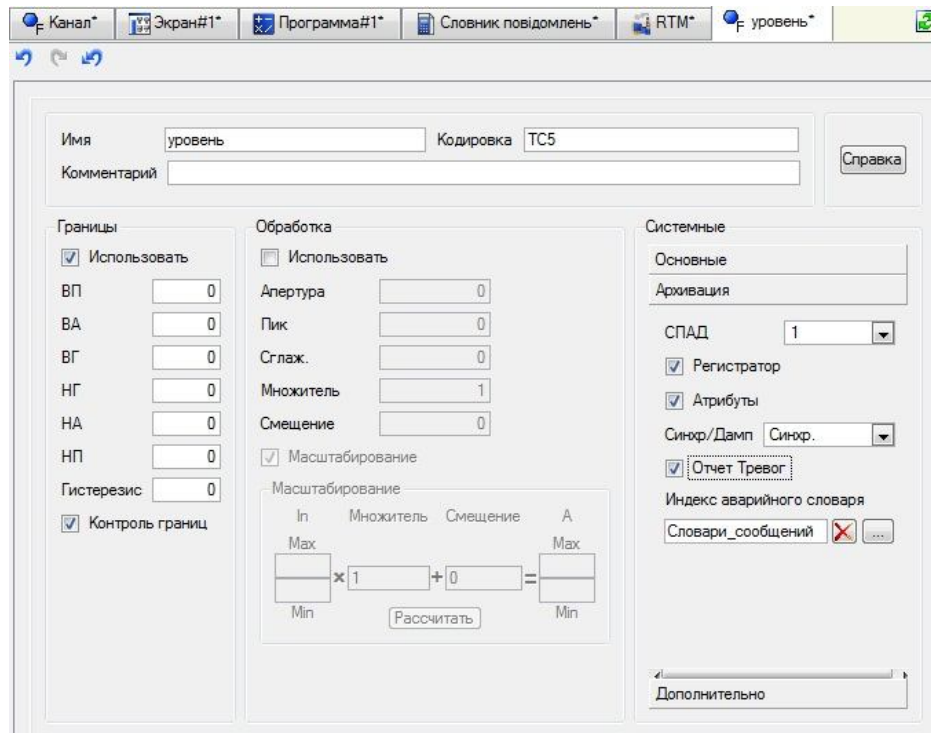

Рис. 5.8 Редагування каналу
7. *Редагування каналу.* У вікні редагування каналу *рівень* задайте кордону, на закладці *архівація* налаштуйте архівацію і створення звіту тривоги, як показано на рис. 5.8.